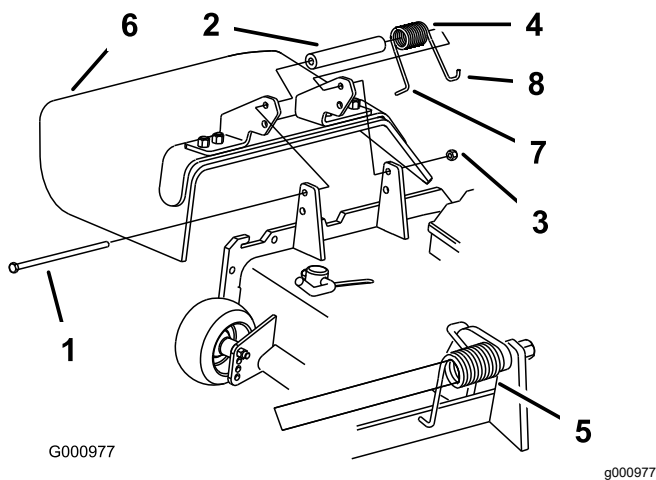

図 28
- デフレクタをピボットブラケットに固定しているロックナット、ボルト、スプリング、スペーサを外す(図 28)。デフレクタを取り外す。
注 必ずスプリングの L 字形端部をカッティングユニット後部のエッジに引っ掛け、それから 図 28 のようにボルトを取り付けてください。
- ボルトとナットを取り付ける。スプリングの右側の J 字形フックを、デフレクタに引っ掛ける 図 28。